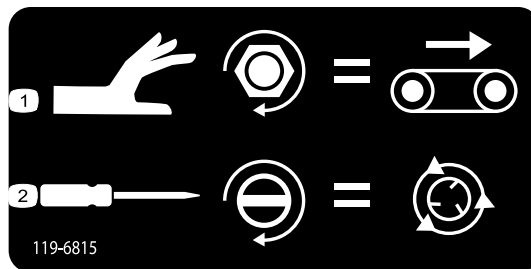

図 44
- フロアベルトの速度を調整するには 図 44、ノブを右に回します。油圧フローがゼロの時は、色別操作システムの中の最大フロア速度を使います。この設定は、ホッパーに砂が満載された状態のときに便利です。
- スピナーの速度調整 図 44 は調整ねじをマイナスドライバーで回転させて行います。右に回すと増速、左に回すと減速です。